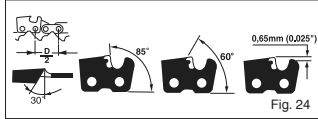
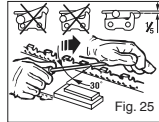

Fig. 24
Fig. 25
**KETTING SCHERPEN** – De steek van de ketting (fig. 24) bedraagt 3/8 duim LoPro x 0,050 duim.
Scherp de punten alleen met naar buiten gerichte bewegingen (fig. 25) en neem de waarden volgens fig. 24 in acht.